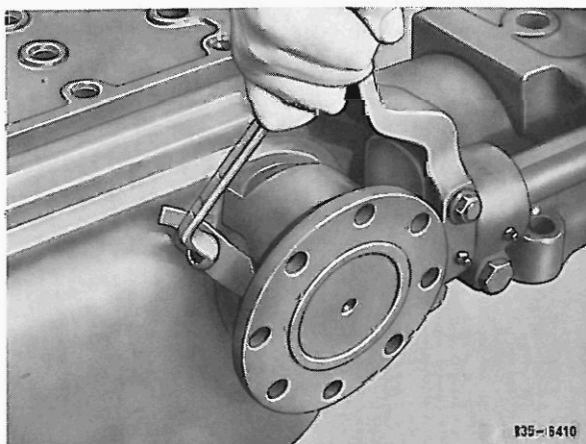

Bild 65
- 1 Sicherungsblech des Gewinderings abschrauben (Bild 65).